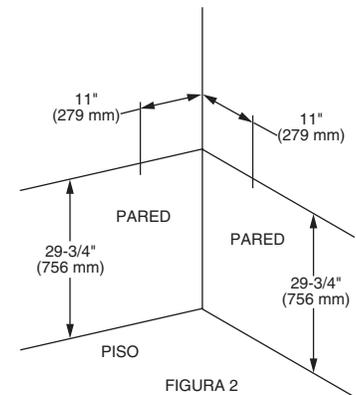

FIGURA 2
6. Los colgadores que se incluyen con el lavabo se deben montar a 11" de la esquina y a 29-3/4" hacia arriba, desde el piso de cada pared (vea la FIGURA 2). Ajuste los colgadores, centre únicamente la ranura, hasta que sostengan el lavabo, dejando "juego" para el ajuste final más adelante. Asegúrese de que el colgador se encuentre en su posición más alta cuando lo ajuste. Coloque el lavabo en su lugar.